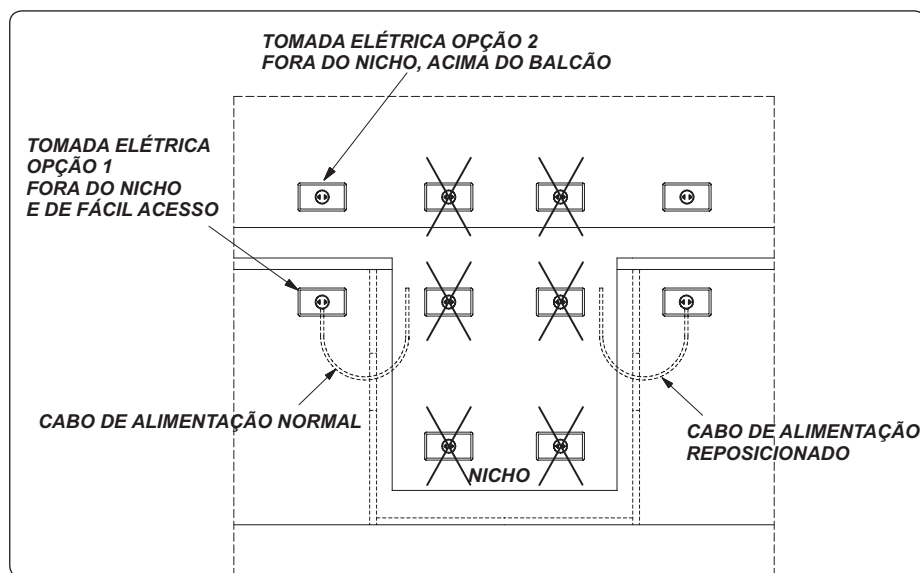

Figura 4
**Assim que o Forno for colocado dentro do nicho, todas as partes elétricas devem ser completamente isoladas. Nenhuma parte elétrica deve ficar em contato com o produto (Figura 4).**